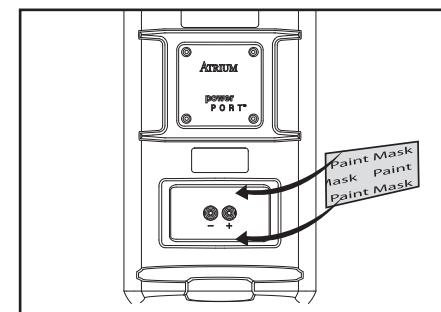
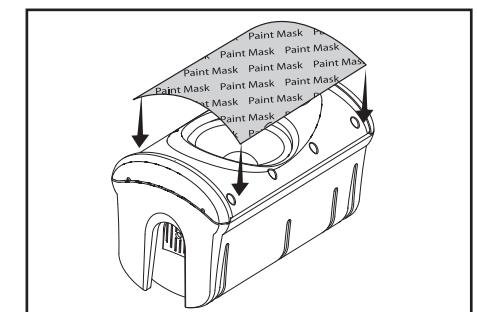

FIGURE 5
FIGURE 6
2. Mask off the binding posts on the back of the speaker [figure 5], the end panels and bracket knobs, and carefully mask off the front of the speakers to protect the drivers and baffles while painting [figure 6]. The grille features an engraved logo pod. You can mask this off or paint right over it.
2. Masquez les bornes situées à l'arrière de l'enceinte [figure 5], les panneaux des extrémités de l'enceinte, puis masquez la surface avant des enceintes avec soin pour protéger les transducteurs et l'écran acoustique lors de l'application de la peinture [figure 6]. Masquez également la portion filetée des boutons et des écrous. La grille est dotée d'un logo—vous pouvez la masquer ou le peindre.